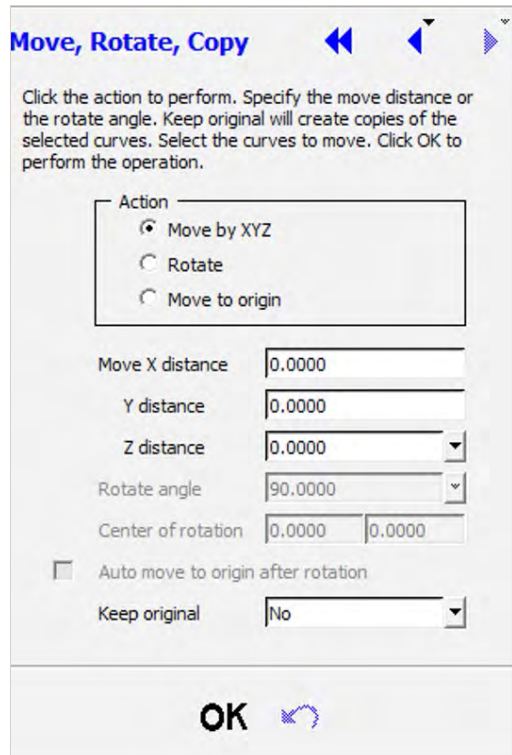
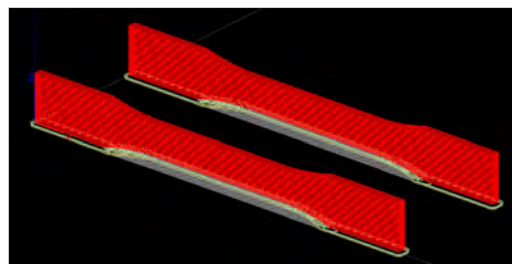

图 7: 屏幕右侧的移动、旋转、复制菜单。
图 8: 在 Insight 中复制的零件。
3. 在屏幕右侧的菜单（图 7）中，选择 **Keep original**（保持原点）旁的 **Yes**（是）选项，然后输入距原点的偏移值（复制零件的点）。点击 **OK**（确定），零件将复制到新位置（图 8）。重复此流程，直到文件中包含正确的个数，重新生成工具路径并保存作业。